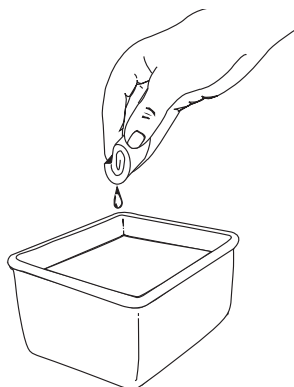

Fig. 45
3. Lave el filtro con agua y detergente (Fig. 45). Enjuague bien el filtro y déjelo secar.